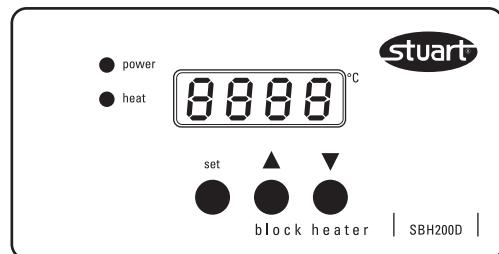

Figura 3 - comandi digitali
2. Si accende la spia "power", come pure il display digitale - vedere la figura 3.
3. Il display digitale visualizza la temperatura effettiva dei blocchi di alluminio. Qualora la temperatura impostata sull'apparecchio sia superiore a questo valore, l'apparecchio comincerà a riscaldarsi e si accenderà la spia "heat" sul quadro di comando. La temperatura impostata può essere visualizzata in qualsiasi momento premendo e tenendo premuto il pulsante "set" - vedere la figura 3.
5. Questo valore può essere aumentato premendo il pulsante contrassegnato **▲** o diminuito premendo il pulsante contrassegnato **▼** continuando a tenere premuto il pulsante "set" - vedere la figura 3.